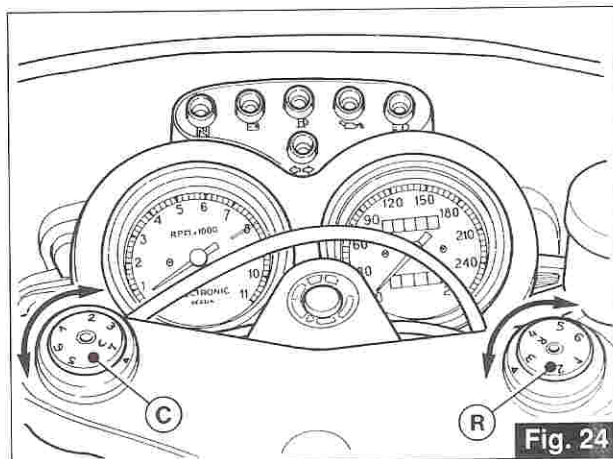

Fig. 24
5.5 REGISTRAZIONE FORCELLA TELESOPICA REGOLABILE (fig. 24)
5.5 ADJUSTMENT OF TELESCOPIC FORK (fig. 24)